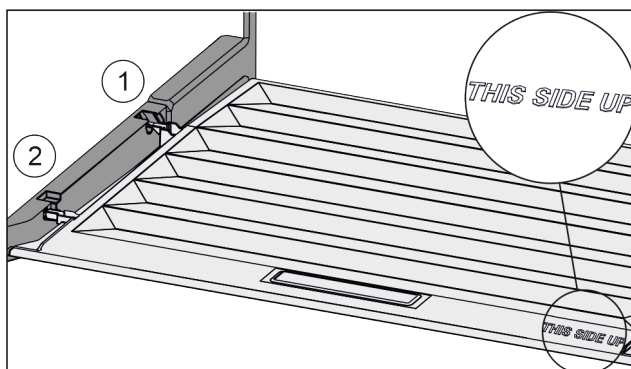

Fig. 37
- ▶ Výstupky víka zaveďte do zadních držáků *Fig. 37 (1)* a vpředu zaklesněte do držáku *Fig. 37 (2)*.